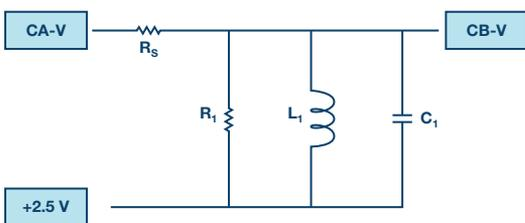

图5. 连接至电源、带有一个串联电阻的并联谐振电路。
- ▶ 1. 在无焊试验板上搭建如图5所示的RLC电路，使用的元件为 $R_s = 100 \Omega$ ， $R_1 = 1 \text{ k}\Omega$ ， $C_1 = 1 \mu\text{F}$ ， $L_1 = 20 \text{ mH}$ 。
ALICE-波特图绘图仪软件大大简化了频率和相位响应曲线的生成。使用图5所示的并联谐振RLC电路,我们可以从10 Hz到5000 Hz扫描输入频率,并绘制通道A和通道B的信号幅度以及通道B和通道A之间的相对相位角度。
- ▶ 将电路连接到ALM1000,如图5所示,从ALICE主界面启动ALICE-波特图绘图仪。